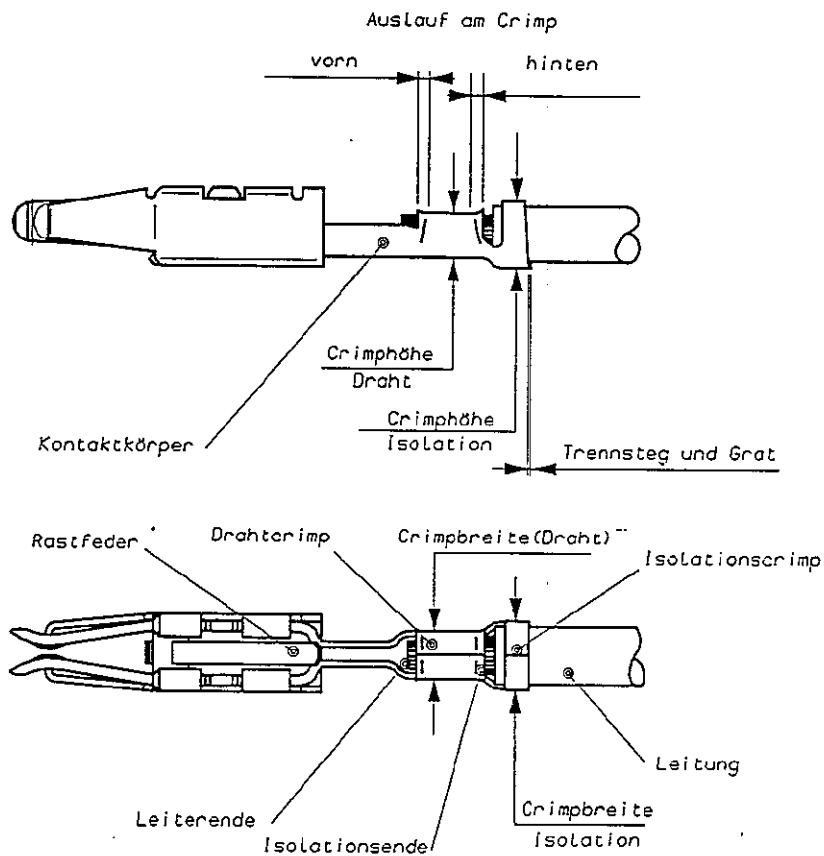

Bild 1
- Bild 1 : Beschreibung des Kontaktes